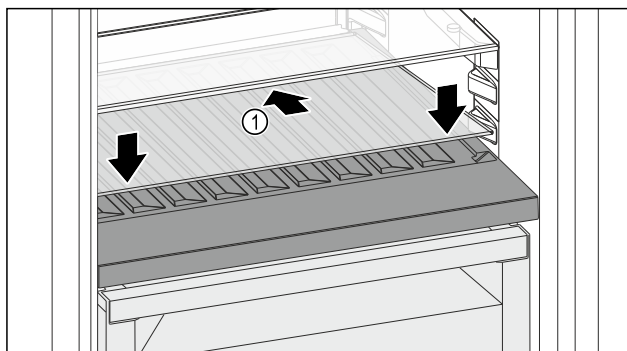

Fig. 116
- Glasplaat Fig. 116 (1) schuin naar achteren en naar beneden plaatsen.
- Glasplaat Fig. 116 (1) aan de voorzijde laten zakken.